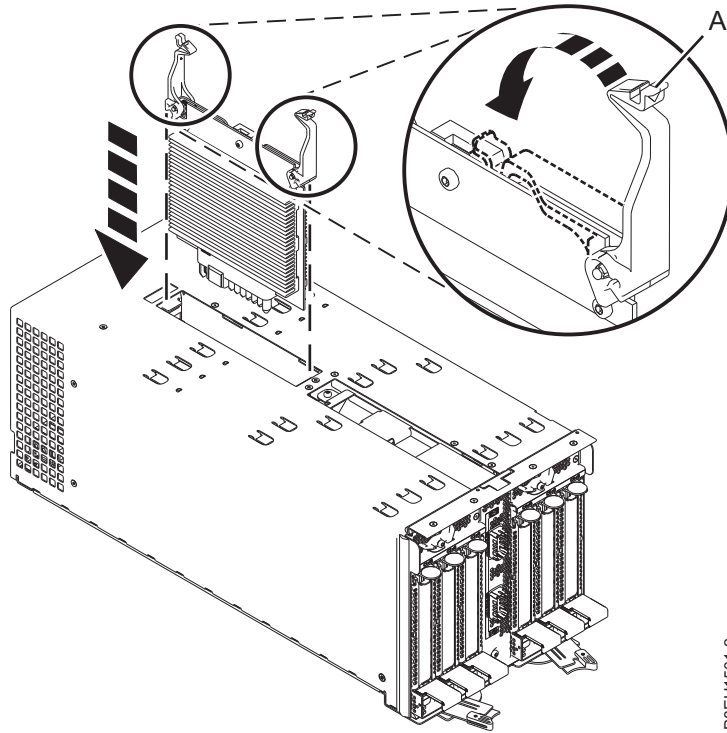

Figura 7. Sustitución del módulo regulador del voltaje
3. Sustituya el módulo regulador del voltaje que ha extraído del Módulo de despliegue de 6 ranuras PCIe3 original. Consulte Figura 7 en la página 8.
- b. Presione los pestillos (A) hasta que queden encajados en su lugar.